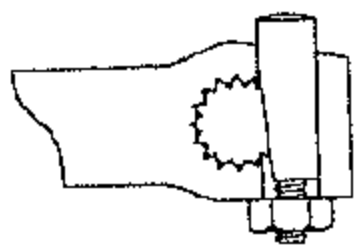

Рис. 4.25. Использование велосипедного клина
**Способ 3.** Применение клинового соединения, вроде того, что используется в шатунах велосипедов. При аккуратном и точном выполнении работ соединение может обеспечить высокую надежность узла (рис. 4.25).